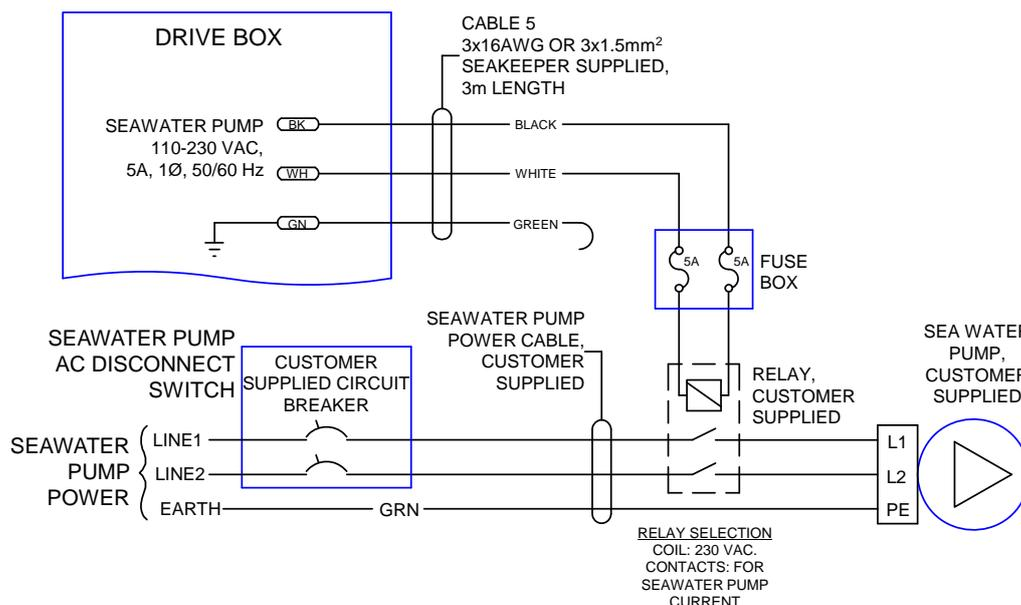

FIGURA 6 – CABLAGGIO RACCOMANDATO PER LE POMPE DELL'ACQUA SALMASTRA NON CORRISPONDENTE ALLA TENSIONE DI INGRESSO C.A.
- ii. Il cablaggio raccomandato è mostrato nella Figura 6. Fare riferimento alla Figura 5 per il collegamento dei cavi Cable 5.